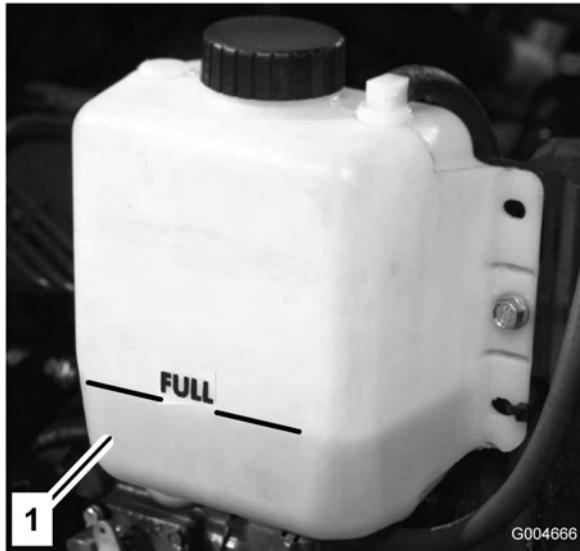

Bild 7
1. Schrauben Sie den Kühldeckel und den Deckel vom Ausdehnungsgefäß vorsichtig ab (Bild 7).